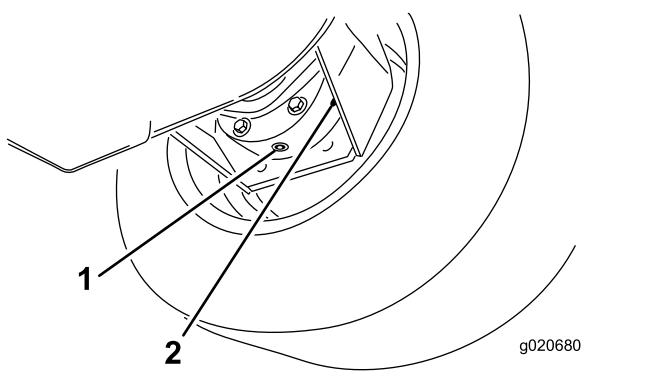

Рисунок 67
- Подставьте поддон под корпус тормоза, снимите пробку сливного отверстия и дайте маслу стечь (Рисунок 67).